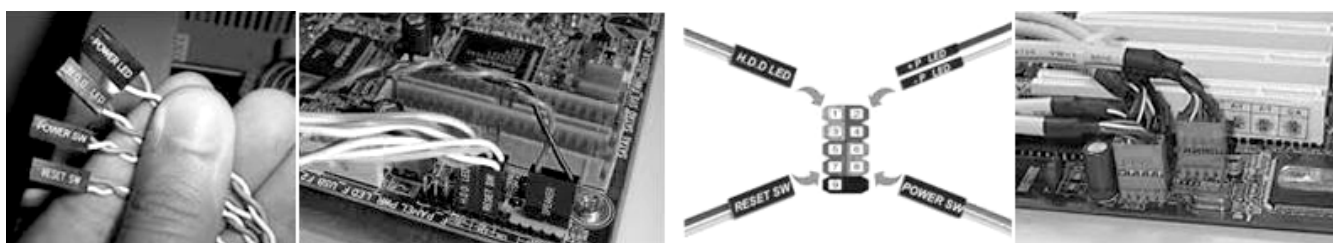

Figura 37. Conectores do painel frontal; esquema de conexão; conectores USB.
f. Com a placa-mãe fixada, vamos conectar os cabos do painel frontal do gabinete. Alguns modelos trazem os conectores todos juntos em um só conector, porém, a maioria traz estes fios em conectores separados, o que dificulta um pouco a sua conexão. Cada conector desses vem identificado com sua respectiva função (*Power LED*, *Reset*, *HDD Led*), o que devemos fazer, portanto, é verificar a ordem dos pinos na placa-mãe e conectá-los. Essa ordem pode ser identificada na própria placa-mãe ou no seu manual. Em seguida devemos identificar os pinos para conexão dos cabos das portas USB presentes no gabinete e conectá-los (figura 37).